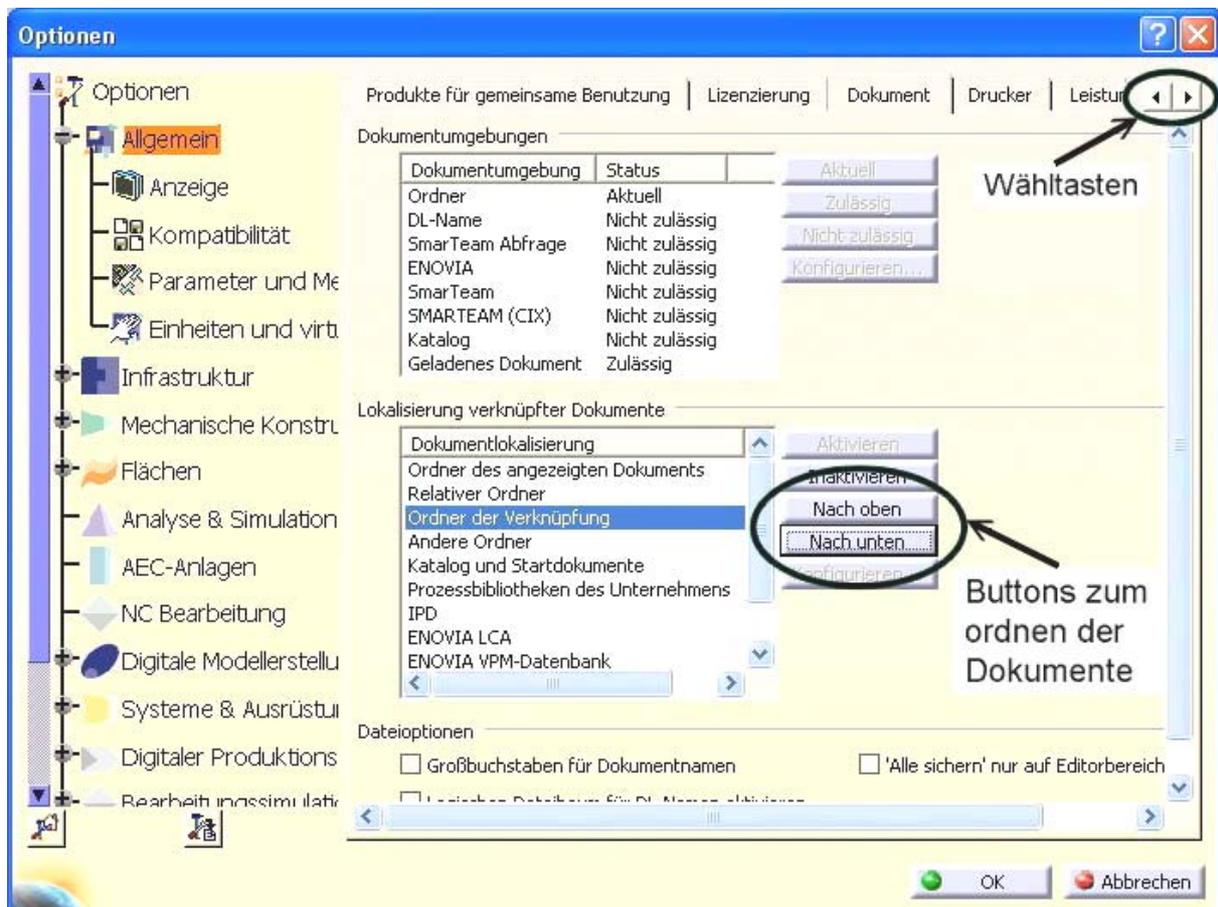

Abb. 5: Tab „Dokument“
- Bei „Lokalisierung verknüpfter Dokumente“ sollte die in **Abb. 5** dargestellte Reihenfolge der ersten vier Dokumentenlokalisierungen mit Hilfe der rechts stehenden Buttons eingestellt werden.
- Im Tab „Leistung“ wird die Anzahl der rückgängig zu machenden Operationen angegeben. Diese ist standardmäßig auf 10 eingestellt und kann nach Belieben verändert werden. Es ist jedoch zu beachten, dass sich mit steigender Anzahl die Rechenzeit verlängert. Der Tab „Leistung“ wird mit Hilfe der Wähltasten (siehe **Abb. 5**) sichtbar.